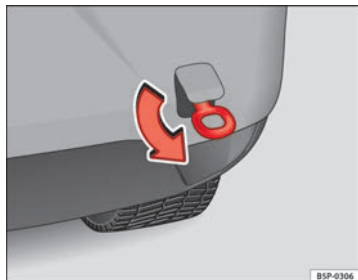

Abb. 208 Einschrauben
- Schrauben Sie die Abschleppöse in Pfeilrichtung *links* herum bis zum Anschlag vorne ⇒ Abb. 207 oder hinten ⇒ Abb. 208 in die Gewindebohrung. ■